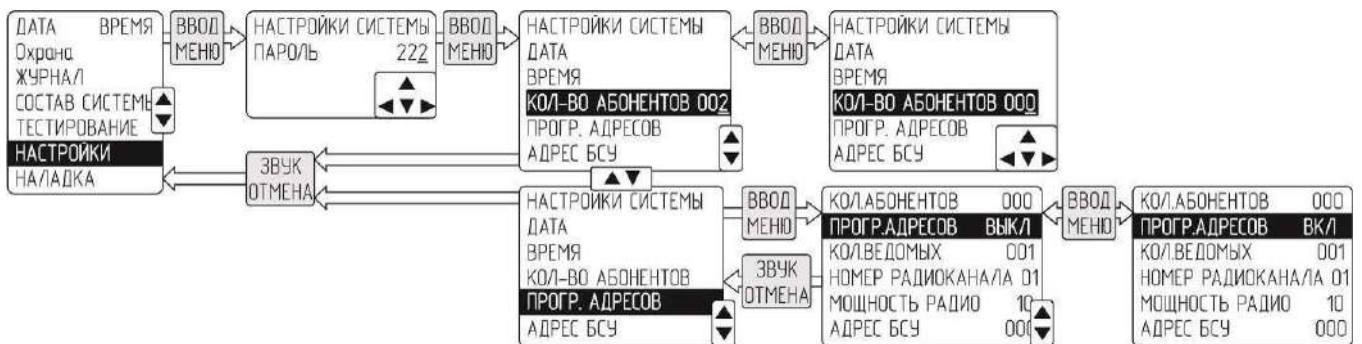

Рисунок 11 – Включение режима программирования адресов
- е) обнулить количество абонентов (рисунок 11, верхняя строка);
- м) включить программирование адресов (рисунок 11, нижняя строка):